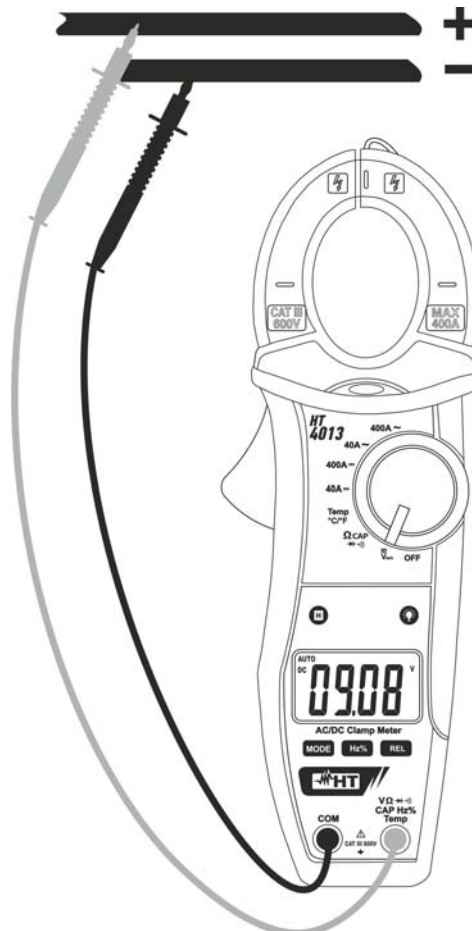

Fig. 3: Uso de la pinza en medida de Tensión CC
3. Posicione las puntas de prueba en los puntos deseados del circuito en examen (ver Fig. 3). El valor de la tensión se muestra en pantalla
5. La visualización del símbolo "-" sobre el visualizador del instrumento indica que la tensión tiene sentido opuesto respecto a la conexión de la Fig. 3